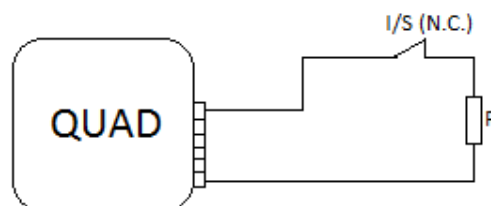

Bild 2.1 Normalerweise geschlossenen Schalter/Sensor. Widerstand in Reihe.
**Installationen mit normalerweise geschlossenen Schaltern/Sensoren (N.C.)** : Der Widerstand wird in Reihe mit dem Schalter/Sensor, und so nah wie möglich an diesem (wenn möglich direkt an den Klemmen) angeschlossen, so dass er von außerhalb nicht erreichbar ist. Siehe Bild 2.1